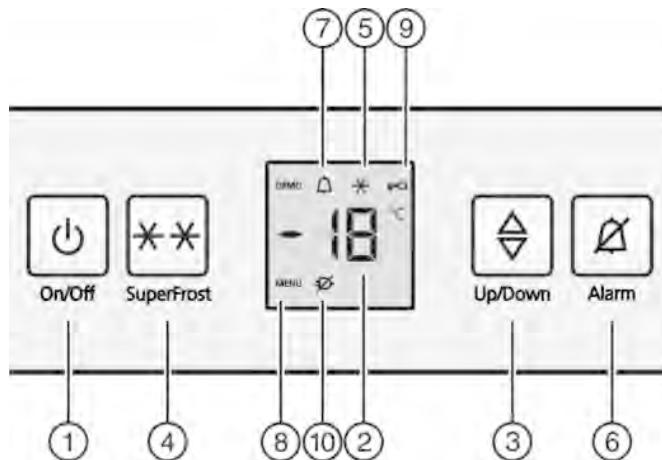

Fig. 2
- Нажать кнопку On/Off Fig. 2 (1).
- Устройство включено. Индикатор температуры и символ "Alarm" Fig. 2 (7) мигают, пока температура не станет достаточно низкой.
- Активация режима настройки: Нажмите кнопку SuperFrost Fig. 2 (4) и удерживайте ее прим. 5 секунд.
- На индикаторе будет отображаться символ «Меню» Fig. 2 (8).
- Для подтверждения нажать и отпустить кнопку «SuperFrost» Fig. 2 (4).
- На индикаторе горит символ «Защита от детей» Fig. 2 (9).
- нажмите и отпустите кнопку "On/Off" Fig. 2 (1).
- Символ «Защита от детей» Fig. 2 (9) гаснет.
- Нажмите кнопку Alarm Fig. 2 (6).
Одновременно мигает индикация температуры и символ тревоги Fig. 2 (7).
Звуковой сигнал выключается автоматически, символ аварийного сигнала Fig. 2 (7) выключается и индикатор температуры перестает мигать, если температура снова становится достаточно низкой.